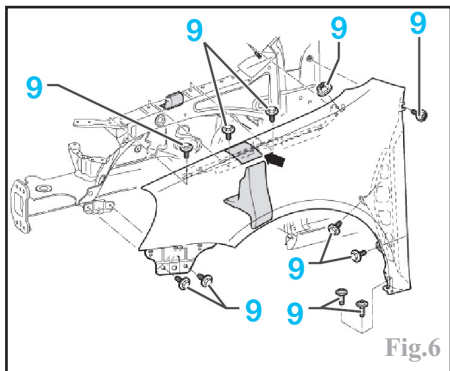

Fig.6
- Les vis (9) de fixation de l'aile (Fig.6).